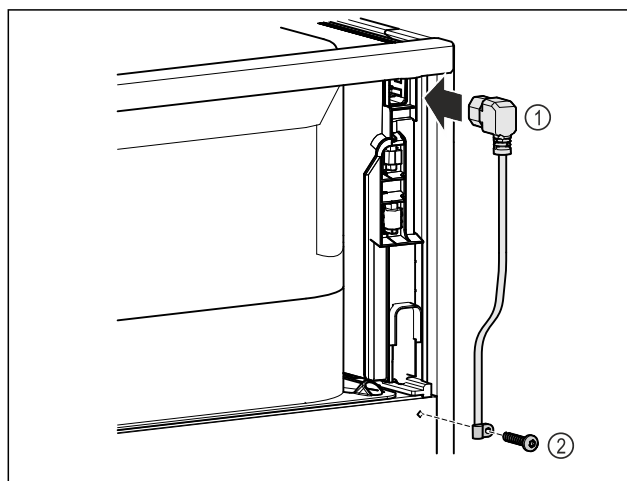

Fig. 40
- Insertar el conector para aparatos de frío del cable de alimentación Fig. 40 (1) en la parte posterior del dispositivo.
- Montar la protección contra tirones Fig. 40 (2).